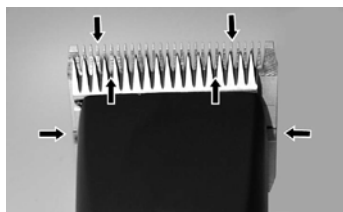

Fig. 21
Une fine couche d'huile entre la lame supérieure et inférieure est indispensable pour obtenir un bon résultat de coupe des cheveux et pour augmenter la longévité de la tondeuse (Fig. 21).
- ▶ Lubrifiez les lames de coupe suffisamment durant la coupe des cheveux (au moins toutes 15 minutes), afin d'éviter qu'elles sèchent (Fig. 21).